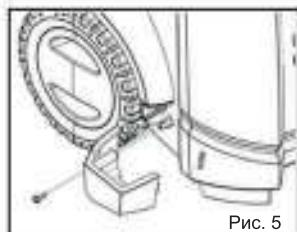

Рис. 5
4. Установите подставку под пистолет с левой стороны мойки, закрепив ее одним винтом (рис. 5).